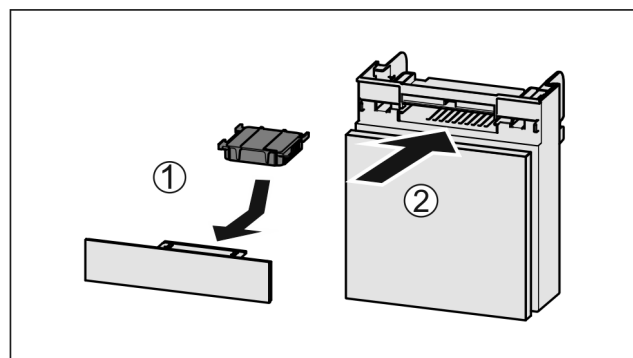

Fig. 136
- Поставете Fig. 136 (1) филтъра с активен въглен, както е показано на фигурата.
- Вкарайте Fig. 136 (2) отделениято.